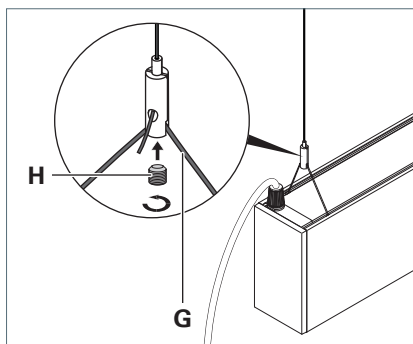

Fig. 22: Fissaggio dell'apparecchio al fermacavo.
- Portare il cavo metallico **G** dell'apparecchio nel fermacavo, vedi Fig. 22.